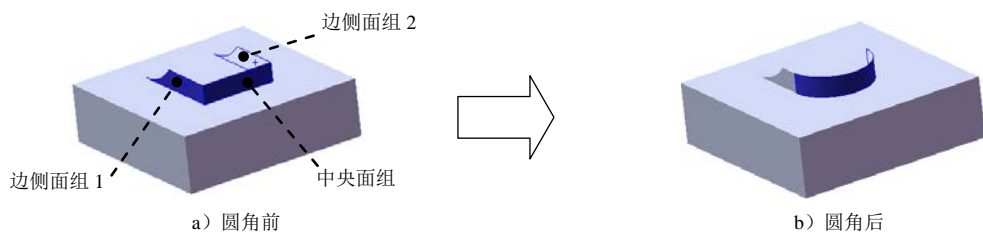

图 4.7 圆角 1
Step4. 创建图 4.7 所示的圆角 1。
(1) 选择命令。选择下拉菜单 **插入(I)** → **特征(F)** → **圆角(U)...** 命令（或单击  按钮），系统弹出“圆角”对话框。
(2) 定义圆角类型。在 **圆角类型(Y)** 区域选中 ☒ **完整圆角(F)** 复选框。
(3) 定义圆角对象。